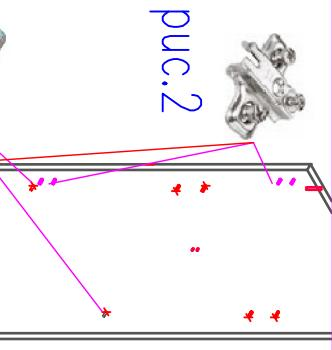

рис.2
- На посадочные места дет.1,2 установить монтажные планки Ф №8(рис.2)
- В посадочные места дет.1,2 установить полкодержатели Ф №4(рис.2).